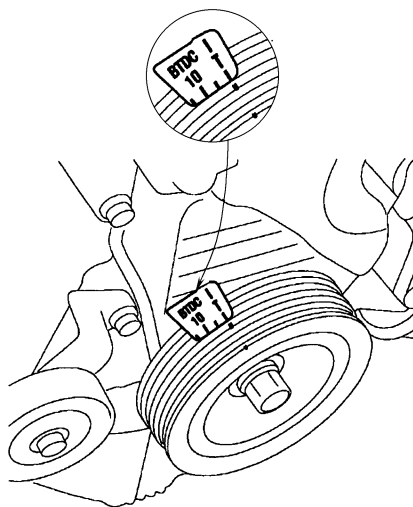

图 31-8 对齐正时标记
11) 如图 31-8 所示，转动曲轴带轮，将曲轴带轮上的导槽与正时带盖上的正时标记“T”对齐。